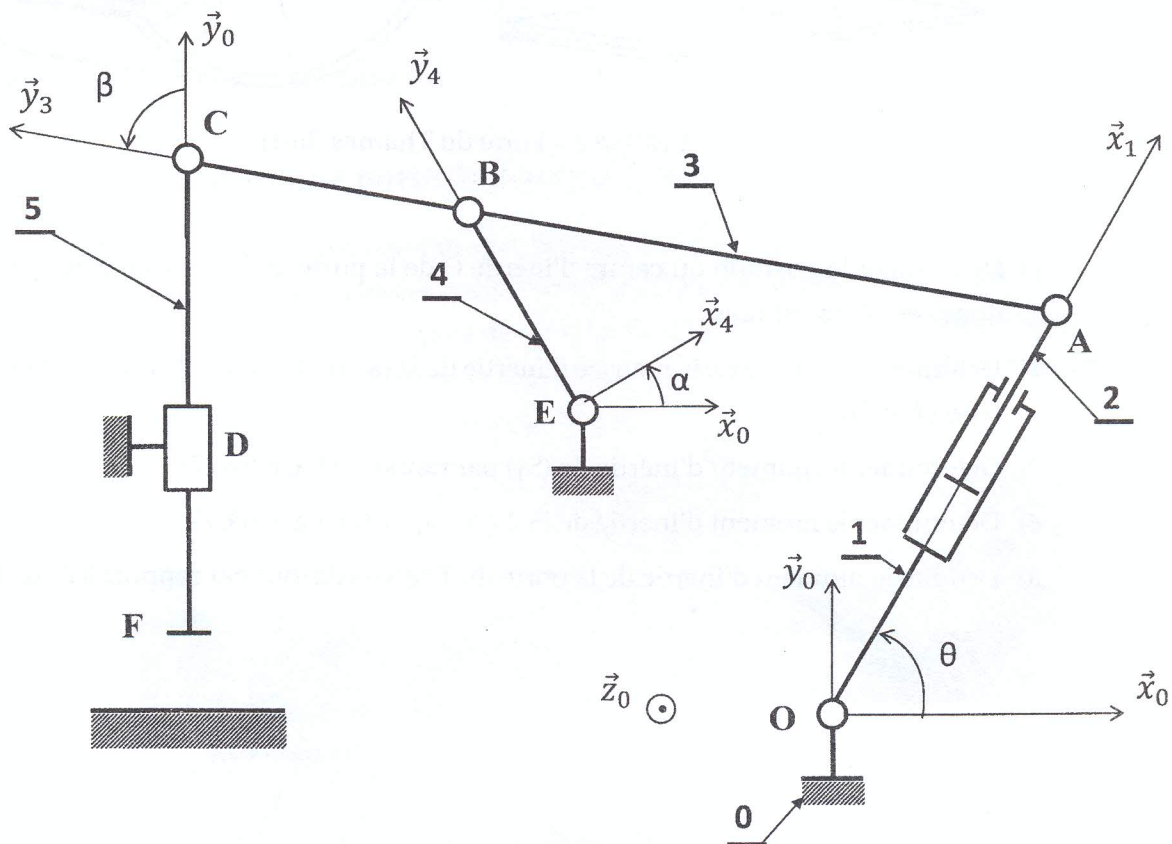

FIGURE 3 – Schémas cinématique minimale d'une presse hydraulique
La presse représentée par la figure 3 possède une chaîne cinématique composée du vérin de corps (1) et de tige (2), d'un levier (3), d'un maneton (4) et du piston (5). Ce dernier exerce l'effort de compression désiré.